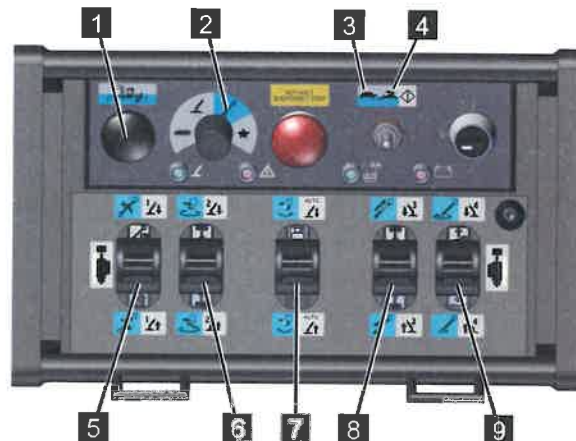

Abb. 125
5. Den Funktionswahlschalter an der Steuerung auf [Bühnenfunktion] (blau) (Abb.125/2) stellen.
6. Mit dem Betriebswahlschalter an der Steuerung die Geschwindigkeit [Kriechgang] (Abb.125/3) oder [Eilgang] (Abb.125/4) wählen.
7. In bestimmten Bereichen ist es erforderlich den Kollisionstaster zu betätigen. Hierzu muss der Kollisionstaster (Abb.125/1) gleichzeitig mit dem gewünschten Steuerhebel gedrückt werden.
8. Bühne mit den Steuerhebeln (Abb.125/5,6,7,8 und 9) gemäß nachfolgender Tabelle bedienen.